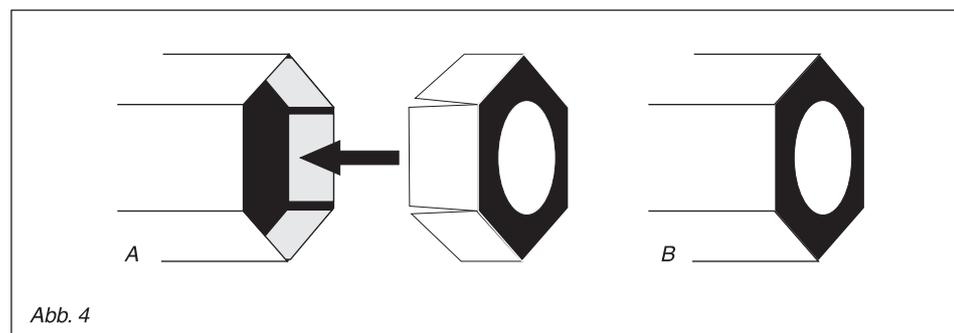

Abb. 4
**Schritt 5:** Kleben Sie das sechskantige Innenrohr des Okulartubus [B1] in gleicher Weise zusammen wie beim Objektivtubus. Schwärzen Sie die sechseckigen Rückseiten der beiden Innenverstärkungen 1 und 2 des Okulartubus [B2+B3], die vorher im Objektivtubus als provisorische Innensstützen gedient hatten, mit einem Filzstift. Kleben Sie dann in jedes Ende des Okulartubus je eine Innenverstärkung so, dass die Klebelaschen mit ihrer weißen Rückseite im Inneren des Tubus anliegen und das geschwärzte Sechseck mit dem Tubusrand genau abschließt (s. Abb. 4). Drücken Sie